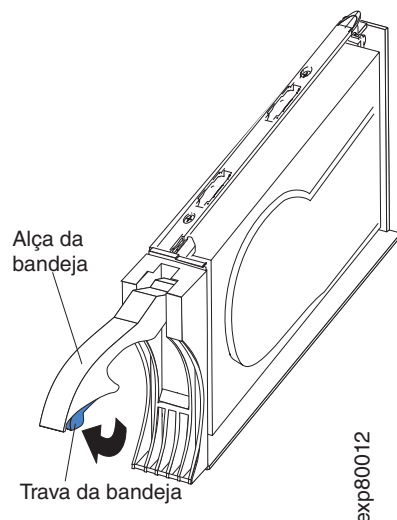

Figura 80. Alça da CRU do E-DDM
- b. Puxe o manipulador na bandeja para fora para que ele fique na posição aberta, como mostrado em Figura 80 na página 143.
- a. Solte a trava na CRU de E-DDM pressionando o interior da base da alça da bandeja, conforme mostrado pela seta na Figura 80 na página 143.